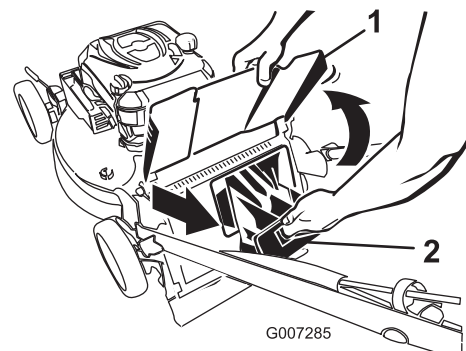

Bild 32
1. Heben Sie das Auswurfablenklech an und halten es hoch (Bild 32).
2. Ziehen Sie die Heckauswurfklappe ab (Bild 32).